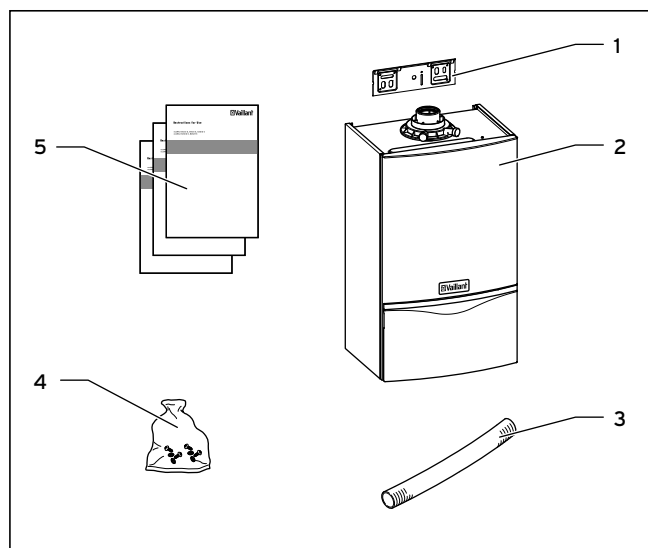

Fig. 4.1 Contenu de la livraison
- Vérifiez que le contenu de la livraison est complet (→ **fig. 4.1** et → **tab. 4.2**).